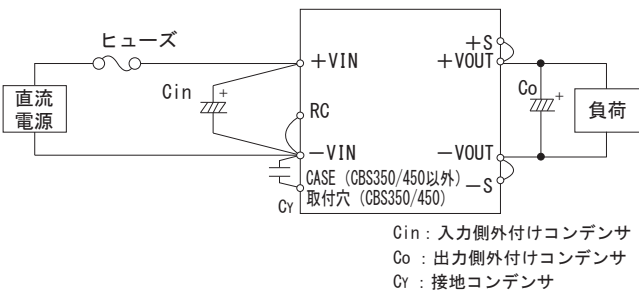

図 1.1 標準接続方法
- 電源を使用するためには、図 1.1 の接続が必要です。
(2) 接地コンデンサ
- 入力ラインでの帰還ノイズ低減、電源の安定動作のために、接地コンデンサ C_Y を接続してください (図 1.1)。なお、入力フィルタの共振やインダクタンスにより、電源動作が不安定になることがありますので、ご注意ください。
(3) 入力側外付けコンデンサ
- 電源の安定動作のために、入力側+VIN と -VIN 間にコンデンサ C_{in} を接続してください (図 1.1)。
- 出力安定度向上のために、出力側+VOUTと-VOUT間にコンデンサ Co を接続してください（図 1.1）。推奨容量を表 2.2 に示します。